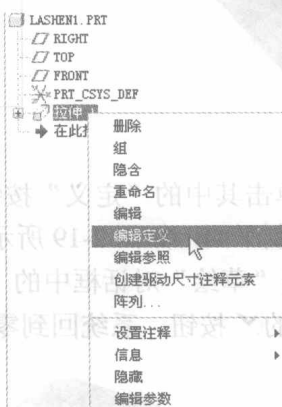

图 2-12 模型树
- 01 打开上个实例创建的拉伸曲面——lashen1，在模型树拉伸 1 上单击鼠标右键，在弹出的快捷菜单中单击“编辑定义”，激活拉伸特征，如图 2-12 所示。